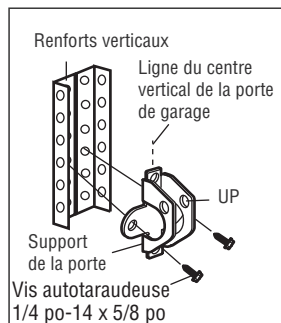

FIGURE 4
- Percer des trous de fixation de 3/16 po. Fixer le support de porte à l'aide des vis autotaraudeuses. (Figure 4)